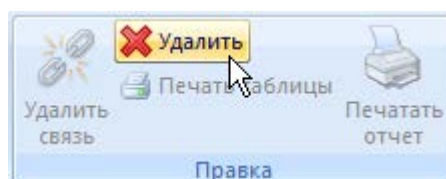

Рис. 17-9 – Кнопка «Удалить» панели «Правка»
- 3) Нажать кнопку «Удалить» панели «Правка» (рис. 17-9).